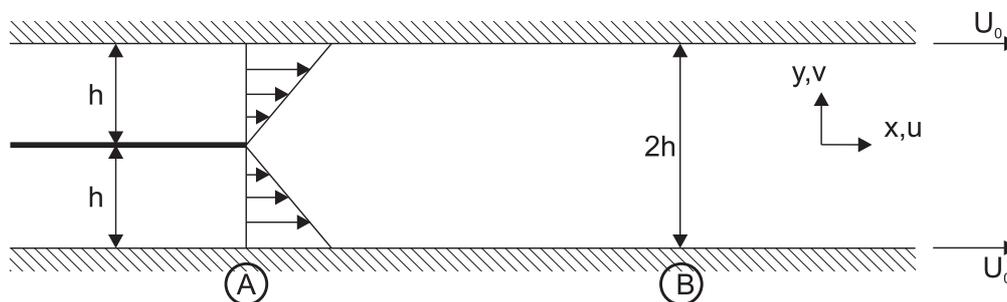

Abbildung 1
Wasser strömt stationär in einem ebenen Kanal (siehe Abb. 1) mit der Höhe $2h$ und der Breite B . Die Kanalwände bewegen sich mit einer konstanten Geschwindigkeit U_0 in der positiven x -Richtung. In der Kanalmitte befindet sich eine unendlich dünne Platte. Entlang dieser Platte stellt sich ein linearer Geschwindigkeitsverlauf $u(y)$ ein. Am Ende dieser Platte (Punkt A) kommt es zu einer Vermischung der beiden Wasserströme. Ab dem Punkt B hat sich wieder ein Geschwindigkeitsprofil $u = u(y)$ ausgebildet, das sich in x -Richtung nicht mehr ändert.
3. Bestimmen Sie das Geschwindigkeitsprofil $u = u(y)$ ab dem Punkt B und zeichnen Sie diese in Abb. 1 ein. (An den Rändern gilt die Haftbedingung)